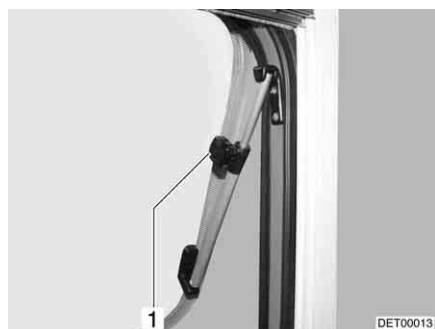

Fig. 98 Oblò con deflettori a rotazione, aperto
- Aprire l'oblò fino alla posizione desiderata e fissarlo mediante il pomello zigrinato (Fig. 98,1).
- Ruotare il pomello zigrinato (Fig. 98,1) fino a che l'arresto viene sbloccato.